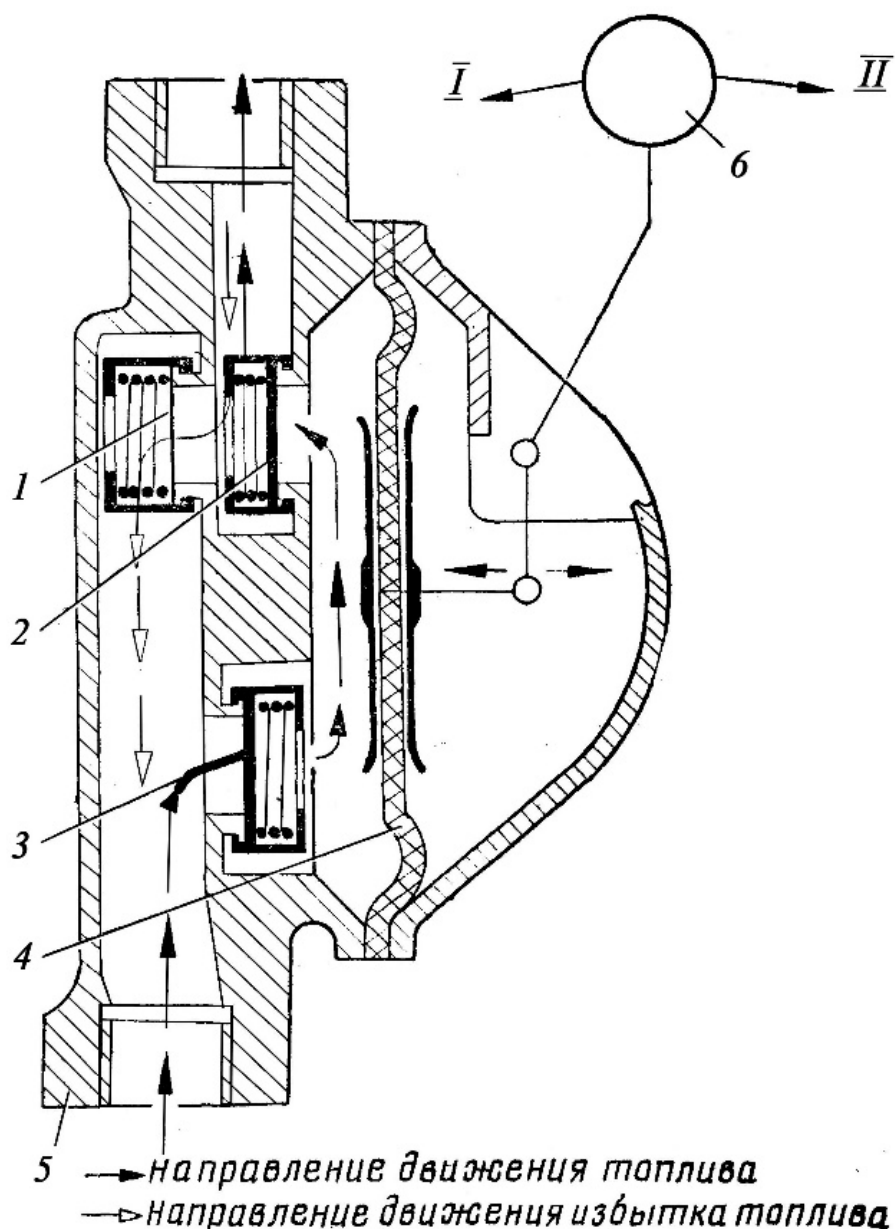

Рис. 4.5. Схема работы топливоподкачивающего насоса:
*Ручной насос РНМ-1* (рис. 4.5) мембранного типа одностороннего действия предназначен для прокачки топлива при начальном заполнении топливной системы (перед пуском).